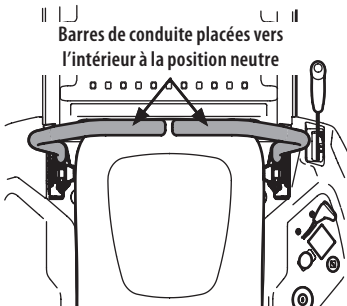

Figure 27
2. Tirez les barres de conduite vers l'intérieur à la position neutre. Le frein de stationnement sera désengagé (Figure 27).